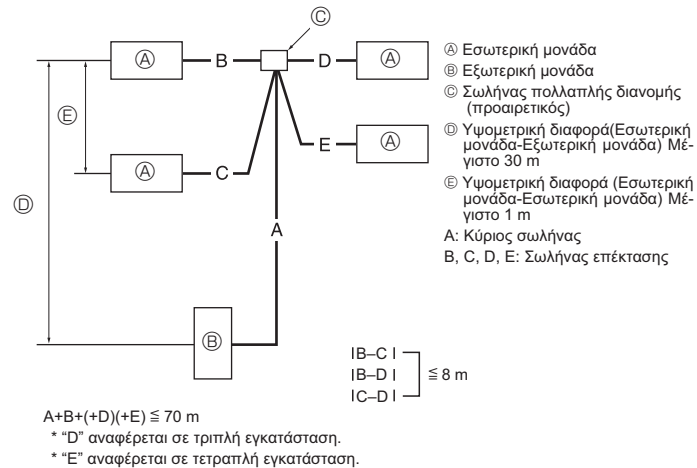

Fig. 4-9
4.7. Για διπλή/τριπλή/τετραπλή εγκατάσταση (Fig. 4-9)